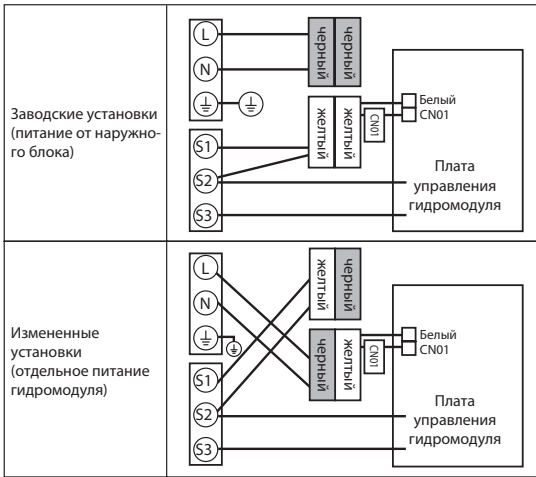

Рис. 3.2.16
- Измените подключение разъемов в блоке управления гидро модуля (смотрите. рис. 3.2.16.